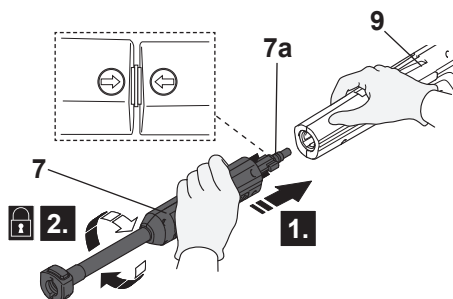
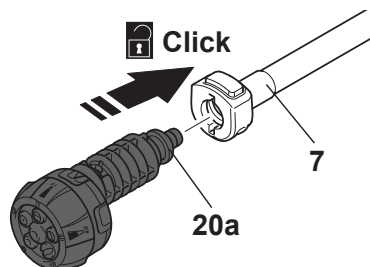

Fig. 4
Fig. 5
1. Alinhe e insira as linguetas (7a) da lança de extensão (7) nas ranhuras da porta de ligação da pistola pulverizadora (9). (Fig. 4, etapa 1).
2. Ajuste com segurança a lança de extensão (7) girando-o no sentido dos ponteiros para travá-lo no lugar (passo 2). Assegure que a seta na pistola pulverizadora alinha com a seta na lança de extensão.
3. Alinhe as linguetas (20a) do bico 5 em 1 com as ranhuras da porta de conexão da lança de extensão (7) (Fig. 5).